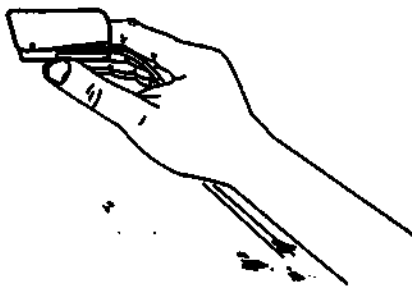

Рисунок 9.11
- Поместите датчик так, чтобы кабель проходил по нижней стороне ладони (рис. 9.11).